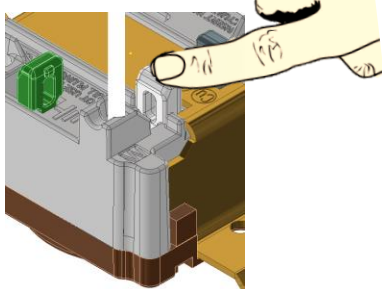

Fig. 8
4. Déplacer le poussoir en position basse pour terminer la connexion. Consulter la Fig. 8.